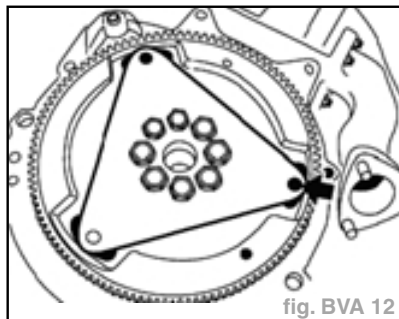

fig. BVA 12
**Nota :** Le trou du plateau d'entraînement doit se trouver au centre de l'ouverture de la tôle de recouvrement (fig. BVA 12).